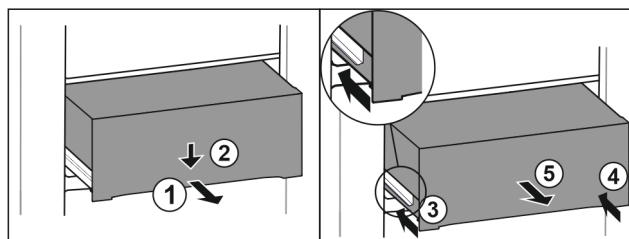

Fig. 82
- ▶ Extraiga el cajón hasta la mitad. Fig. 82 (1)
- ▶ Presionar hacia abajo el cajón de la parte delantera. Fig. 82 (2)
- ▶ Introducir el carril izquierdo unos 2 cm. Fig. 82 (3)
- ▶ Introducir el carril derecho unos 2 cm. Fig. 82 (4)
- ▶ Extraiga el cajón hacia delante. Fig. 82 (5)